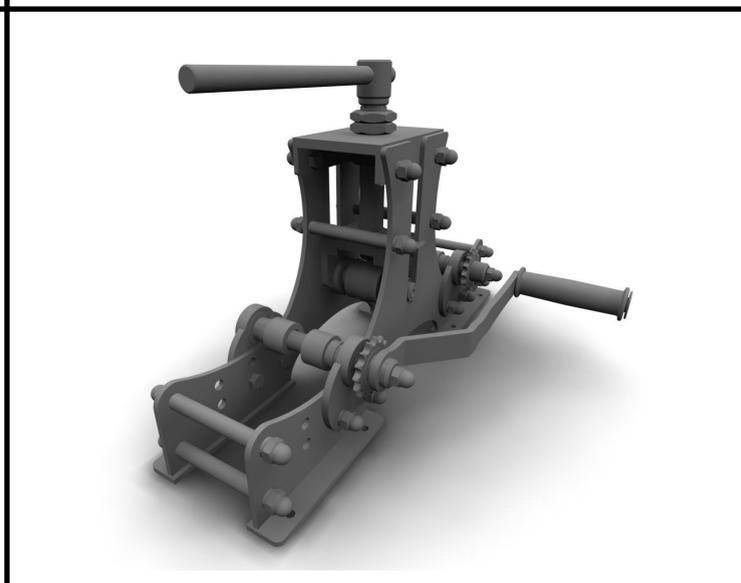

Рис. 4 Профилегіб "удачный Премиум". Внешний вид
Трубогиб "Удачный-Премиум" позволяет изменять высоту установки валков и расстояние между ними. В случае работы с увеличенным расстоянием между валками, вам необходимо приобрести увеличенную цепь, которая не входит в состав стандартной комплектации. Для того, чтобы сменить положение валков, открутите гайки крепления фланцев (опоры) (14) на Рис. 4 на всех четырех опорах, достаньте винты. Выберите нужные отверстия, и закрепите фланцы. Если валки сняты, установить их на место.